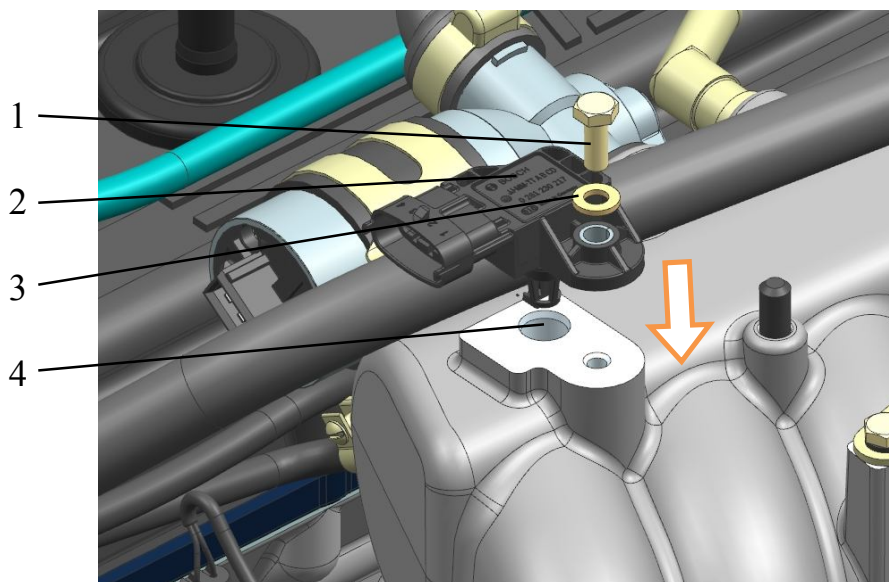

Рис.221. Установка датчика давления и температуры:
**18.** Смазать уплотнительное кольцо датчика давления и температуры 2 (рис.221) чистым моторным маслом. Установить в отверстие ресивера 4 датчик давления и температуры и закрепить его болтом 1 с плоской шайбой 3, предварительно нанеся на резьбу болта анаэробный герметик «Фиксатор-6» или аналогичный («Стопор-6», «Техногерм-5», «Гермикон-2К»).